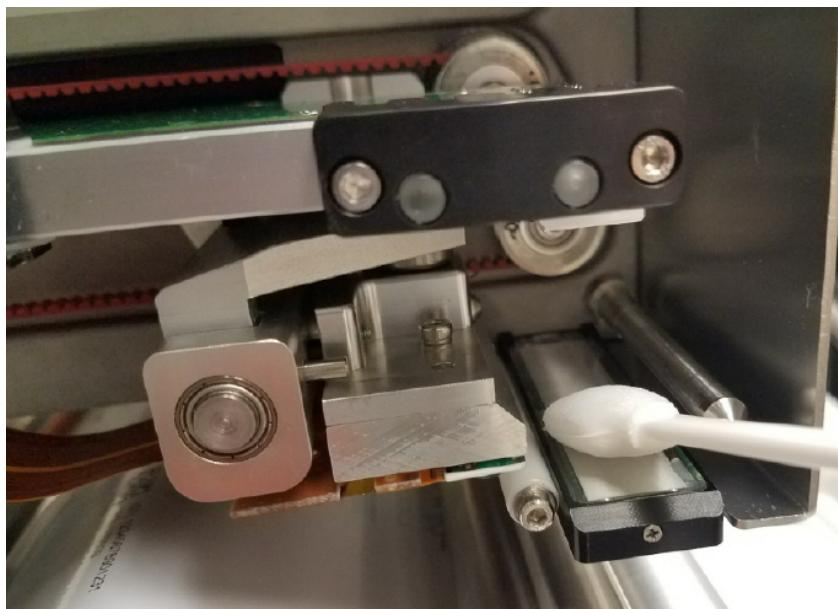

Figura 7-2: Limpieza de la cubierta de la caja de luz
5. Limpie la cubierta de la caja de luz (Figura 7-2) con movimientos hacia adelante y hacia atrás utilizando los hisopos y los paños de limpieza proporcionados con la impresora. El kit de limpieza contendrá paños o hisopos de limpieza Videojet aprobados previamente embebidos.